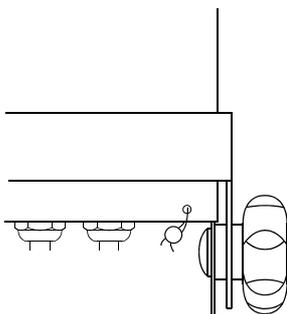

Figure 20 Exterior lead seal.
- 6 Sigillare al bilancia con filo e piombino esterno come mostrato in Figure 20.